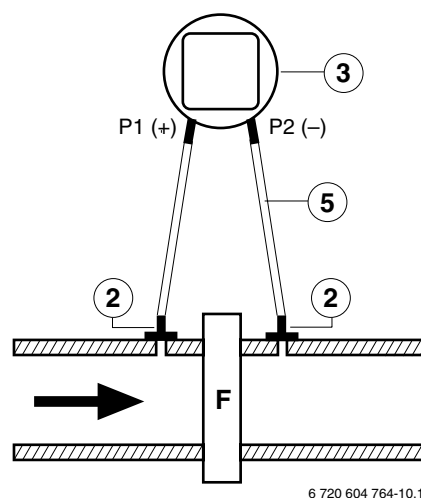

Bild 9
- ▶ Je einen Schlauchanschluss (2) in Strömungsrichtung vor und nach dem zu überwachenden Filter montieren (Bild 9):
- Schlauchanschluss (2) mit flacher Seite auf die Bohrungen aufsetzen und als Bohrschablone für je zwei Befestigungsschrauben (4) verwenden.
- Schlauchanschlüsse (2) mit flacher Seite auf die Messöffnungen aufsetzen und mit Befestigungsschrauben (4) auf den Luftkanal schrauben.
- ▶ Schlauchanschlüsse (2) und Druckdose (3) mit beiliegendem Kunststoffschlauch (5) verbinden.